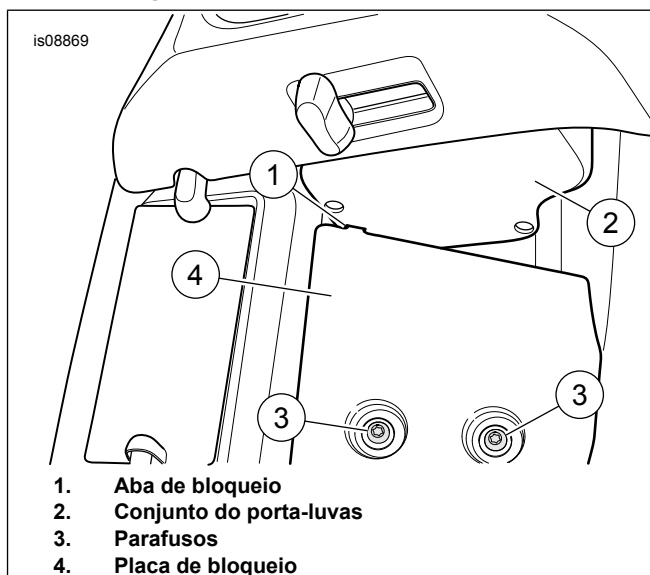

Figura 2. Aba de bloqueio e placa de bloqueio
2. Ver Figura 2 . Na parte da frente, remova os parafusos (3), a placa de bloqueio (4) e o porta-luvas (2). Desligar o sistema de ligação da porta de saída de ar.